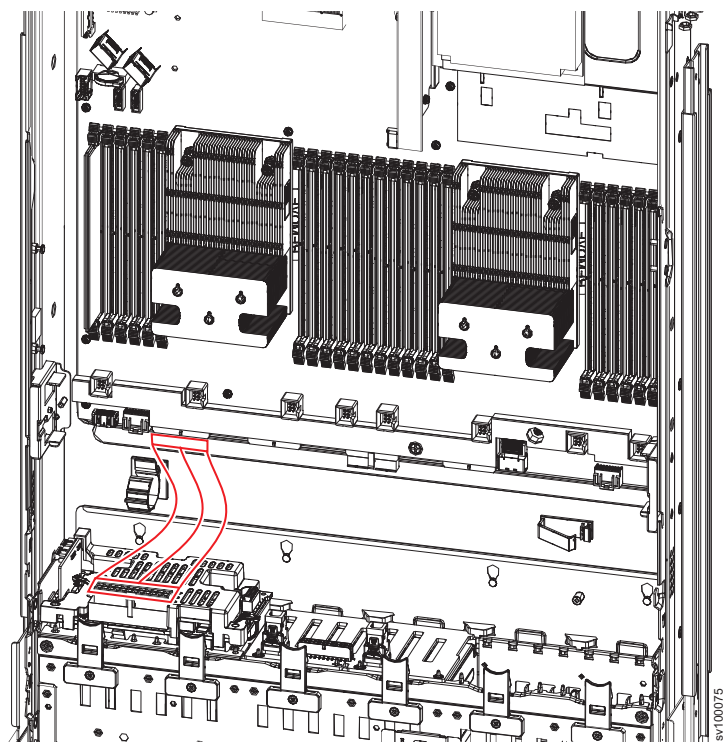

Figura 166. Cabo de energia do painel traseiro de bateria do 2145-SV1
5. Conecte o cabo de energia do painel traseiro da bateria à placa-mãe, se necessário, conforme mostrado em Figura 166 na página 209.